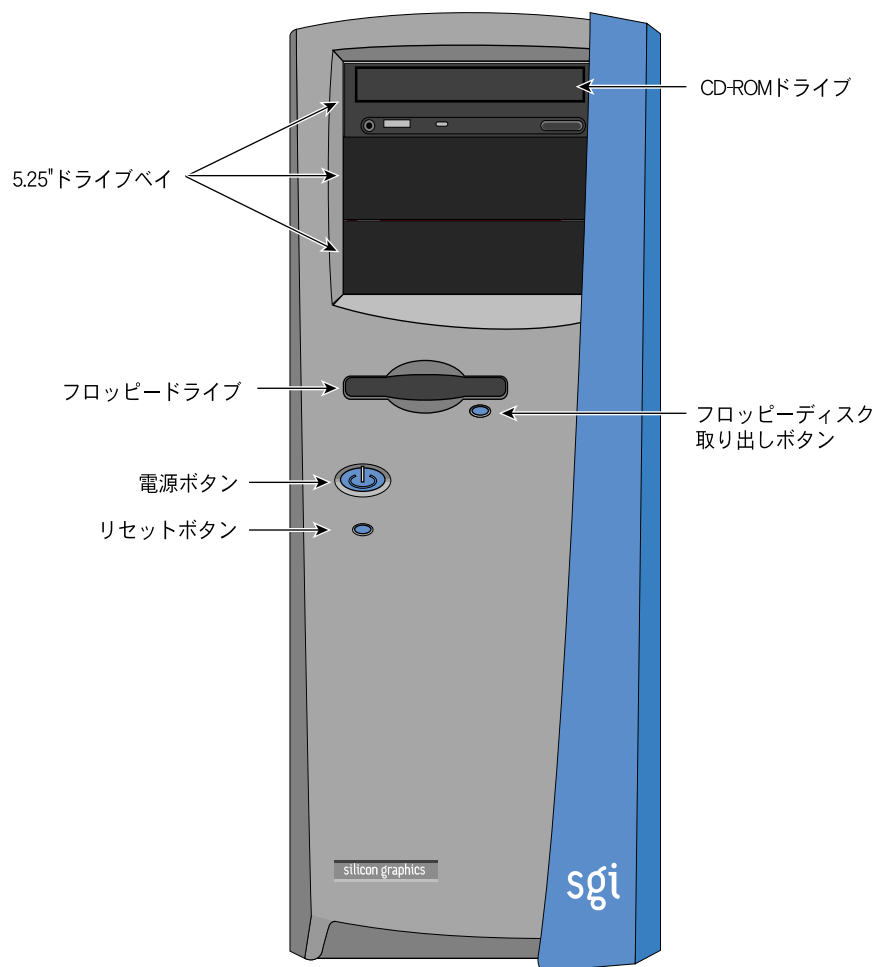

図1-1 フロントベゼル
図 1-1 に示すように、フロントパネルからは、フロッピーディスクドライブと最高 3 台までの 5.25 インチのデバイスを取り扱うことができます。最上部の 5.25 インチのドライブベイは、CD-ROM ドライブに使用されています。また、電源スイッチ、リセットボタン、フロッピーディスクの取り出しボタンもフロントベゼルにあります。
8. システムの電源を入れるには、フロントパネルの電源スイッチを押します（図1-1を参照）。